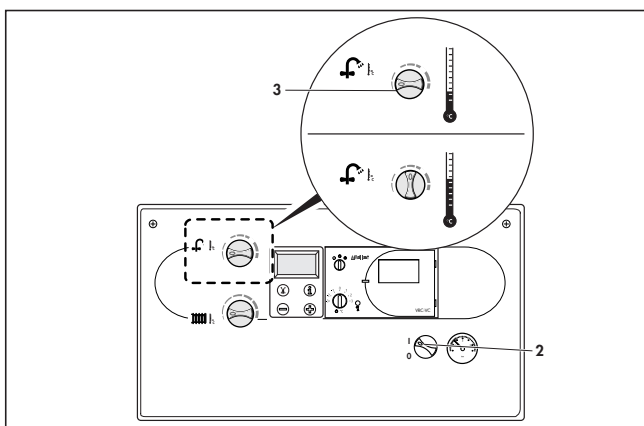

Рис. 5: Режим приготовления горячей воды
**Внимание!** При жесткости воды больше 3,5 мг.экв/л (1,79 моль/м3) поворотную ручку (3) рекомендуется устанавливать максимум в среднее положение (рис. 5).